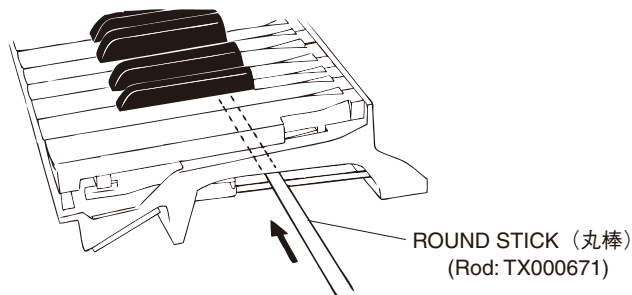

Fig. 23 (図 23)
* After inserting a round stick (Rod: TX000671) between the frame and the keys, remove the circuit boards. (Fig. 23)
※ シートをはずす前に、接点ゴムを歪ませないように、フレームとハンマーの間に丸棒（ロッド：TX000671）を挿入しておきます。（図 23）